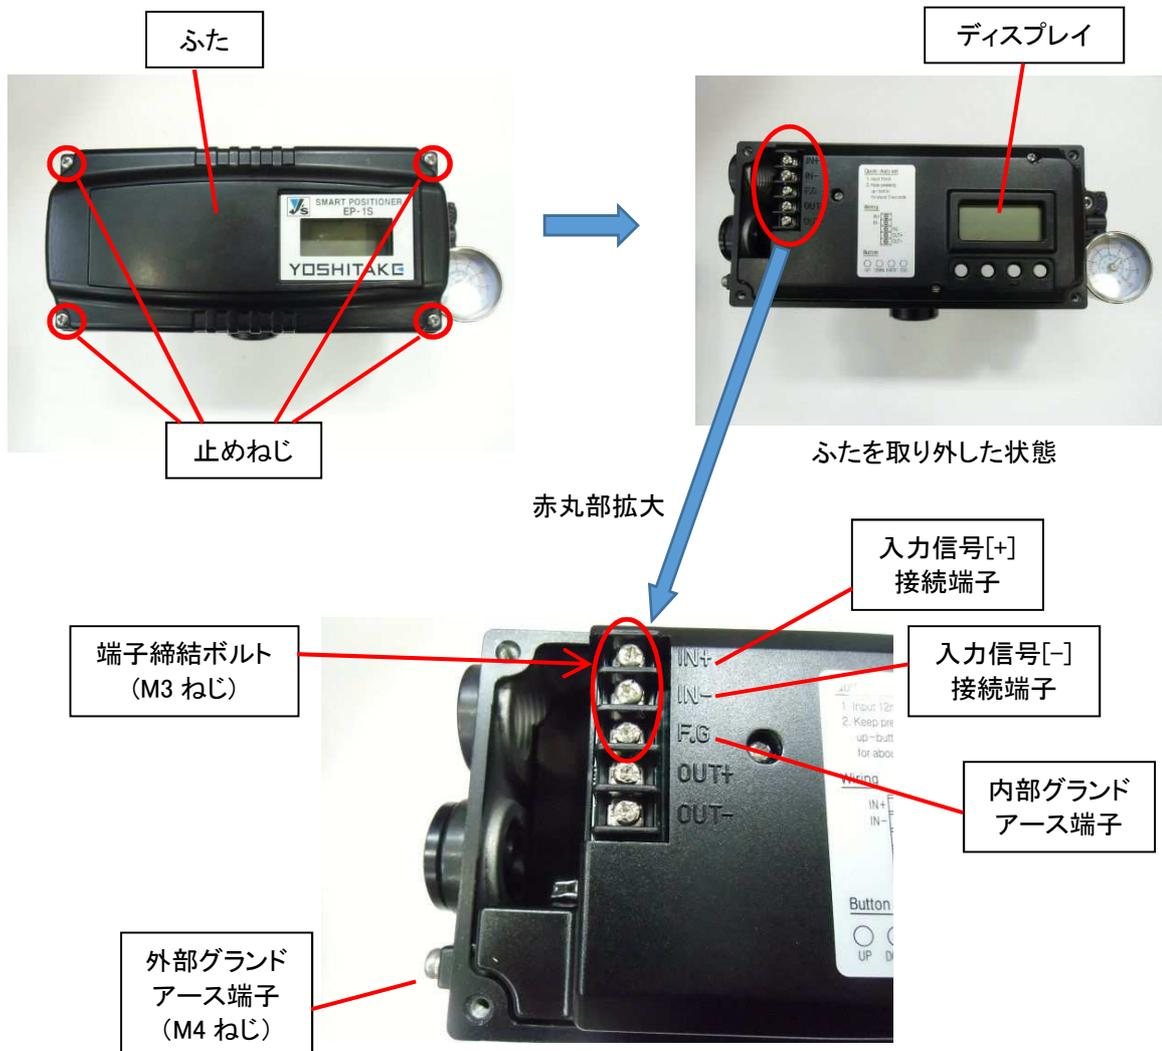

図9
*端子の結線方法(図9参照)
- ①ポジショナーのふたに付いている止めねじ(4箇所)を緩めて、ポジショナーのふたを取り外します。
- ②ポジショナーの正面左側にある端子台の[IN+]端子は外部入力線の[+]線を、[IN-]端子には外部入力線の[-]線を接続します。接続時、結線不良が起きないように端子締結ボルト(M3 ねじ)でしっかりと締め付けてください。
- ③ポジショナー保護のため、ポジショナー内外面にありますグラウンドアース端子どちらか1点をアース(外部接地)してください。
- ④外部入力線を接続後、ポジショナーのふたを付け、止めねじを締めて固定します。このとき、ディスプレイが見えるようにふたを付けてください。